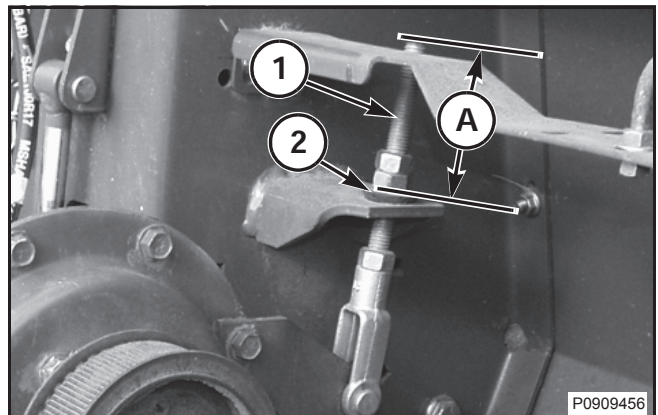

FIG. 25
FIG. 25: Correa Nueva: Ajuste la correa principal de accionamiento hasta que haya un espaciamento de 76 a 80 mm (2,99 a 3,15 pulg.) (A) entre la extremidad del tornillo (1) y la arandela del pivote (2).